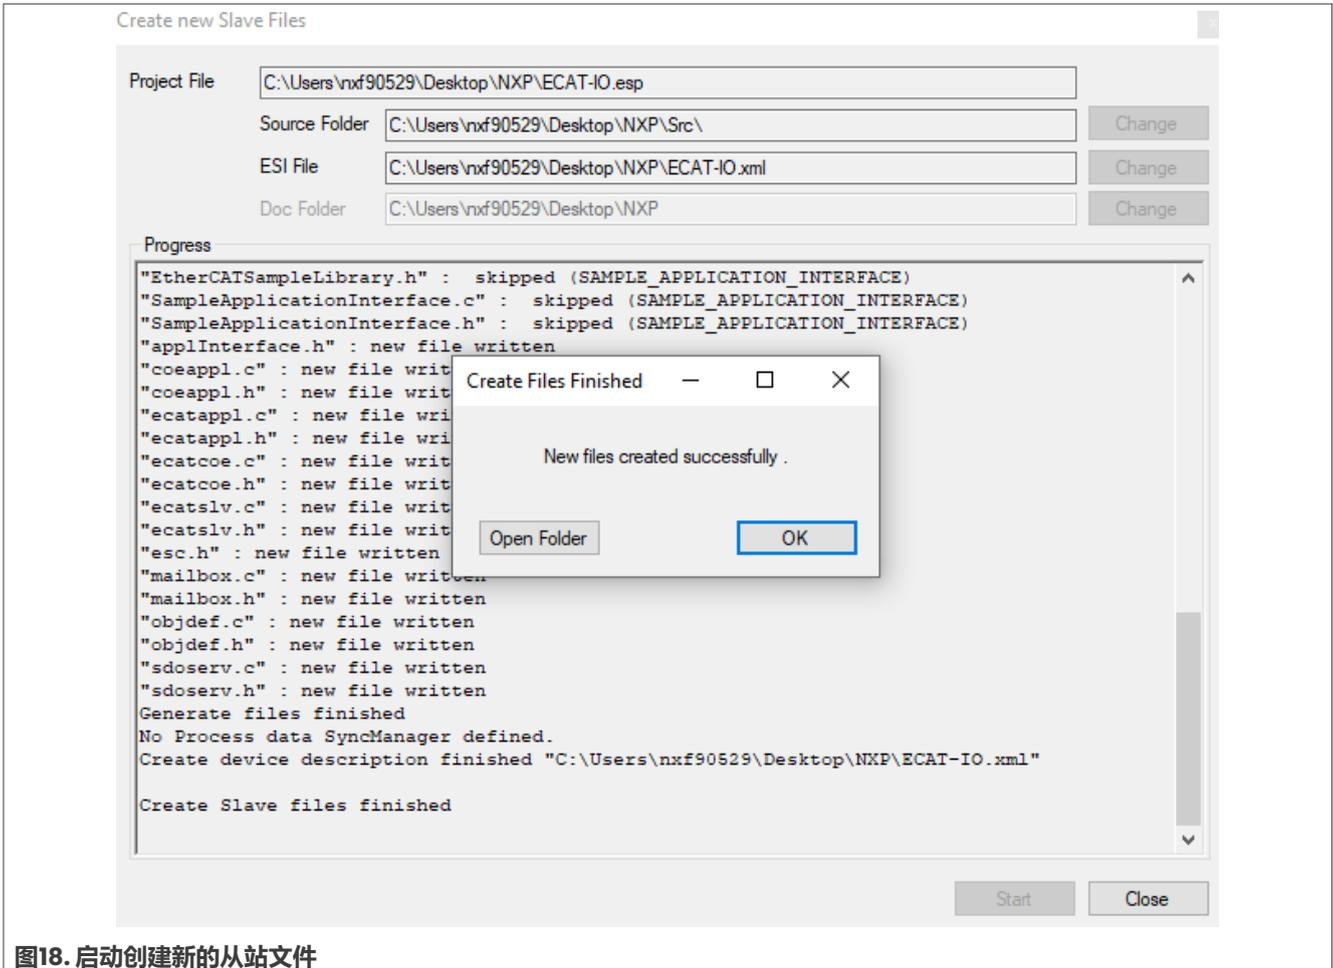

图18. 启动创建新的从站文件
10. 单击**Start**。新的工程文件由此生成，如图18所示。您可以在相关工程文件夹中找到XML文件和src文件夹。